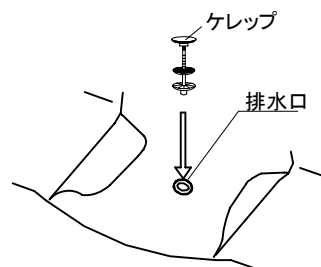

図9-2
- ②バック排水管およびストラップを取付けてください。
- ③ポップアップツマミ又はポップアップスイッチにバック排水管のワイヤーを接続してください。
- ④ケレップをボウルの排水口に入れてください。(図9-2)